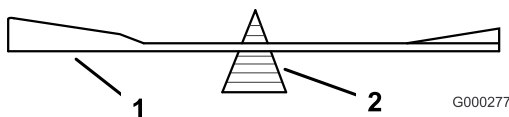
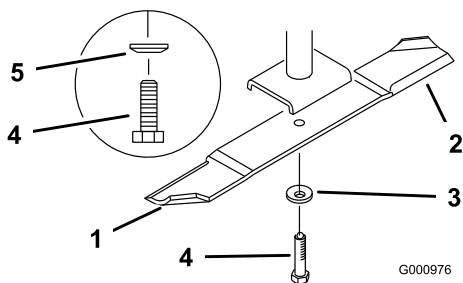

Bild 84
Bild 85
2. Entfernen Sie die Messerschraube, Federscheibe und das Messer von der Spindelwelle (Bild 85).
2. Überprüfen Sie die Auswuchtung des Schnittmessers auf einer Ausgleichsmaschine (Bild 84). Wenn das Schnittmesser in seiner horizontalen Position bleibt, ist es ausgewuchtet und kann wiederverwendet werden. Feilen Sie, wenn das Schnittmesser nicht ausgewuchtet ist, vom Flügelbereich des Messers etwas Metall ab (Bild 85). Wiederholen Sie diesen Vorgang, bis das Messer ausgewuchtet ist.
1. Setzen Sie das Messer auf die Spindelwelle (Bild 85).
2. Setzen Sie die Federscheibe und die Messerschraube ein. Der Konus der Federscheibe muss bei der Installation in Richtung Schraubenkopf zeigen (Bild 85). Ziehen Sie die Messerschraube mit 115 bis 149 Nm an.